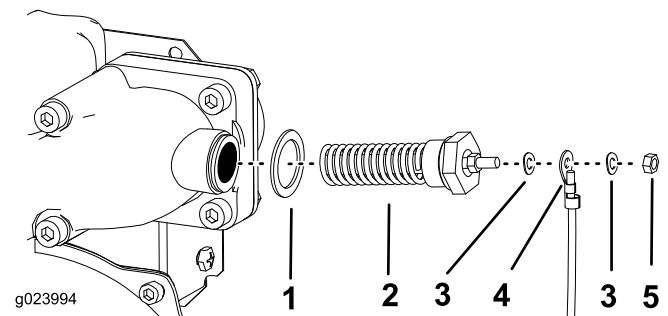

Figura 6
3. Instale la bujía, las 2 arandelas, el cable más largo que viene del arnés de cables del relé, y la tuerca, según se muestra en Figura 6.